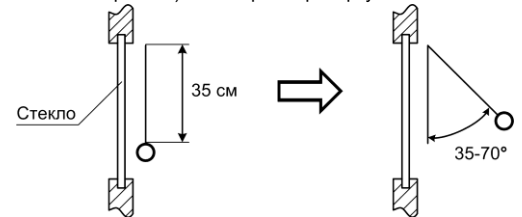

Рис.3 Тестирование извещателя
1) испытательный стальной шар диаметром 21...22 мм, подвешенный на нити длиной 35 см, разместите непосредственно у стекла, не касаясь его (рис.3);